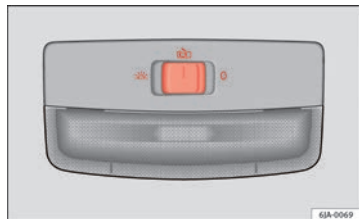

Fig. 60 Illuminazione interna– variante 2
- Ruotare l'interruttore delle luci nella posizione ☀ ⇒ fig. 60.